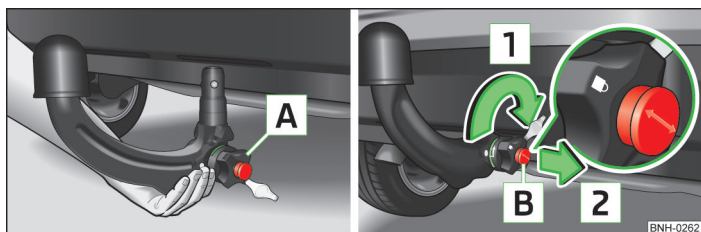

Fig. 107 Introducerea tijei cuplei / încuierea și scoaterea cheii
- > Prindeți tija cuplei de jos » fig. 107 și introduceți-o în locul de fixare până când se fixează cu zgomot » .